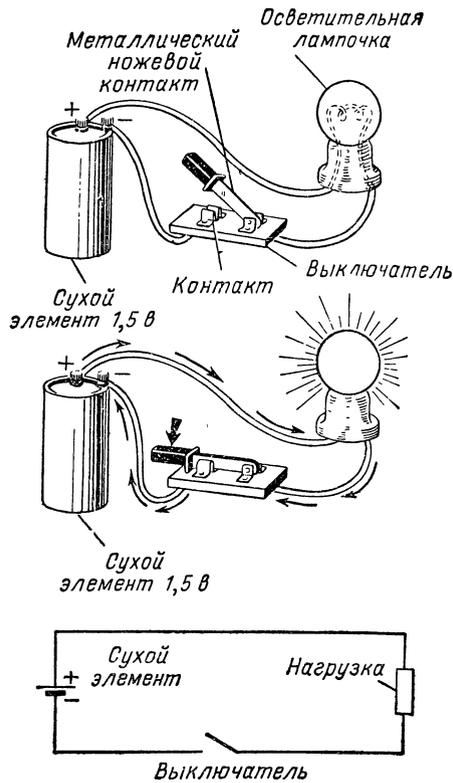

Рис. IV.66. Выключатель позволяет включать и выключать ток в электрической схеме (цепи). Когда выключатель замкнут и цепь замкнута, ток течет в цепи.
**Типы выключателей.** Существует много выключателей различных типов. Одним из наиболее распространенных является настенный выключатель тумблерного типа, используемый во внутриквартирной электропроводке для включения и выключения электрического освещения. Когда мы замыкаем и размыкаем одиночную электрическую цепь (рис. IV.66), то это выполняется выключателем, который называют однополюсным, используемым на одно направление. Слово «однополюсный» означает, что он имеет один ножевой контакт, а одно направление указывает на то, что такой выключатель замыкает или размыкает только одну цепь. Сокращенно такой выключатель обозначается так: О. П. О. Н.